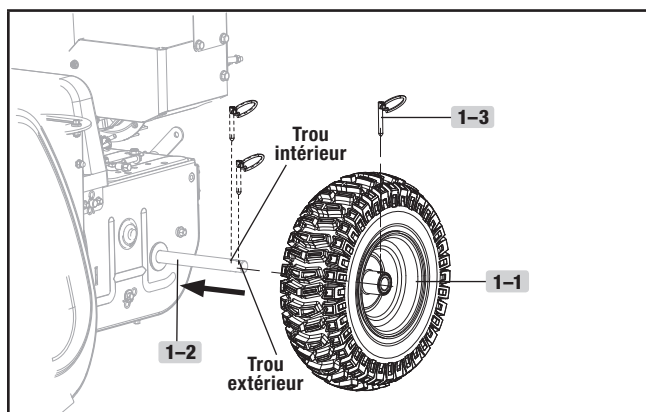
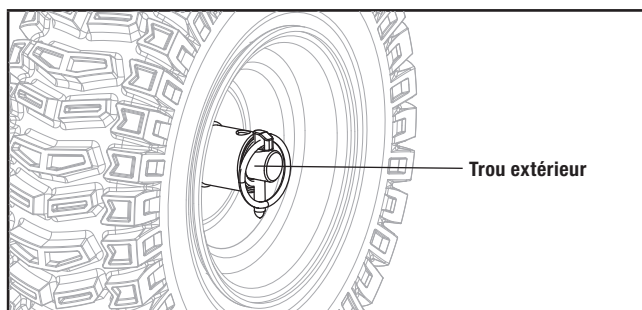

Figure 1A
Figure 1B
1. Glissez la roue (1-1) sur l'essieu (1-2) dans la direction indiquée par la flèche (figure 1A). La sculpture doit faire face vers l'avant. (figure 1D). Mettez la goupille (1-3) dans la roue. L'essieu contient un trou central permettant de fixer la roue à l'essieu (qui est relié à la transmission). Une fois la goupille insérée, pliez l'anneau autour de l'essieu pour la maintenir en place.
L'essieu contient deux trous (figure 1A), et la goupille peut être enlevée et repositionnée. Si la roue est glissée plus loin sur l'essieu et la goupille est insérée dans le trou extérieur de l'essieu, la machine se déplacera librement même avec le moteur arrêté (figure 1B). Si la goupille est insérée dans le trou intérieur de l'essieu, la machine ne se déplacera que lorsque la commande d'entraînement est embrayée, lorsque le moteur est démarré (figure 1C).